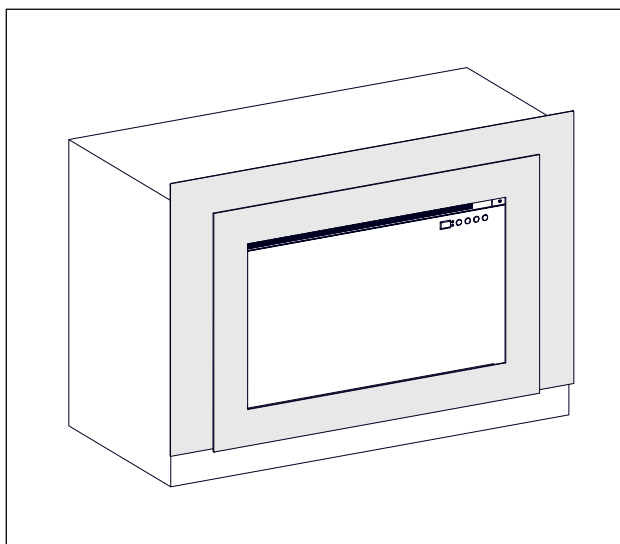

Fig. 5
- a. Fixez la façade décorative / plaque de fond pour dissimuler tout espace entre l'appareil et l'ouverture du foyer (**Fig. 5**). Voir « **ÉTAPE 8.3 - Finition avec une plaque de fond :** »